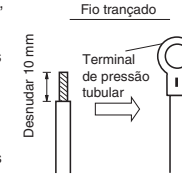

Fig. 4-5
- Corte a extremidade do fio com alicates, desnude o isolamento para expor o fio trançado aproximadamente 10 mm e, em seguida, torça bem as extremidades do fio. (Fig. 4-5)